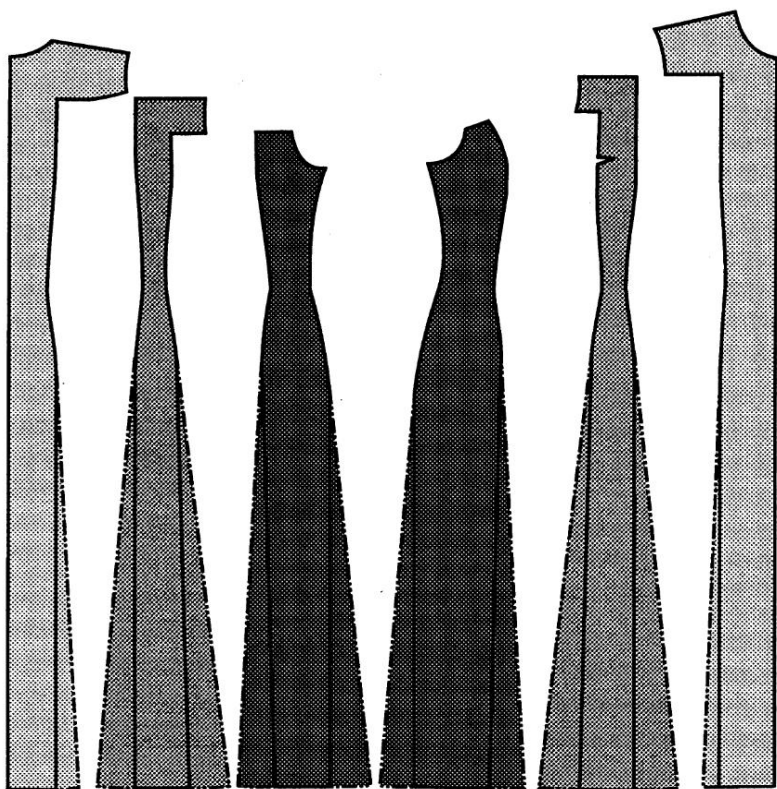

Рис. 235
- 4) расположение моделировочных линий на лекале рукава (см. рис. 235) определяется по местоположению моделировочных линий на кривых пройм полочки и спинки с учетом посадки рукава при вметывании.
Расширение деталей. Когда лекала спинки и полочки разрезаны, добавьте расширения. Главное, чтобы в результате ширина всех деталей по линии низа была одинаковой (рис. 235).